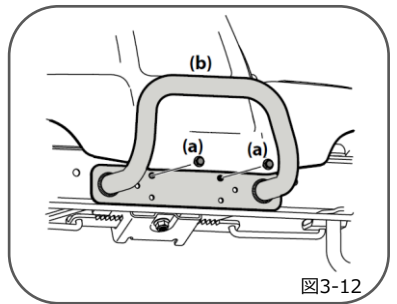

図3-12
1. 2本のネジ (a) を外します。(図3-12参照)
2. マウントの上にバンパー (b) を置き、ネジを締めて固定します (a)。(図3-12参照)